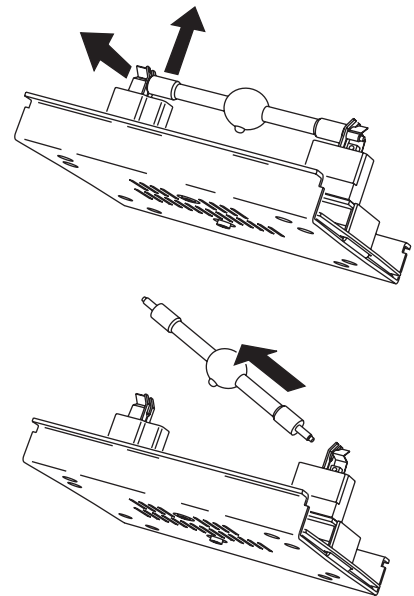

Figure 9: Extracción de lámpara
- 3 Ver Figure 9. Tirar del anillo de retención de la parte izquierda e inclinar la lámpara al tiempo que la extraemos del extremo del soporte. Tirar del otro extremo fuera del soporte.